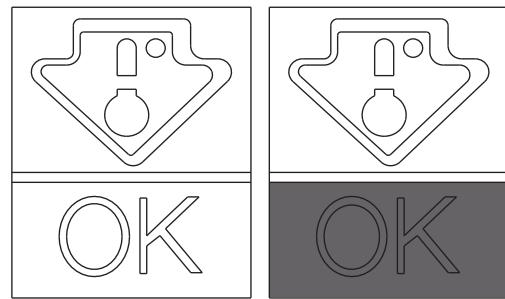

Fig. 6
- Pour conserver la saveur, la qualité et la fraîcheur des aliments, il est conseillé de stocker vos aliments dans le compartiment du réfrigérateur comme indiqué sur la Fig. 6 ci-dessous, en s'assurant de les envelopper dans des feuilles d'aluminium ou du film plastique ou dans des récipients correctement fermés, afin d'éviter toute contamination croisée.
Vérifier ce point sur le voyant de la température, le mot OK apparaît clairement (Fig. 6). Si ce mot n'apparaît pas, cela signifie que la température est trop élevée :